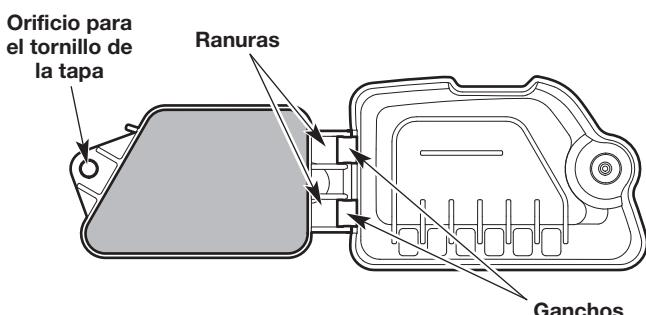

Fig. 19
7. Cierre la tapa del filtro de aire: inserte los ganchos de la tapa del filtro de aire dentro de las ranuras del alojamiento del filtro de aire. Debe girar la tapa del filtro de aire hacia la izquierda y alinear el tornillo de la tapa con el orificio destinado a dicho tornillo (Fig. 19). Apriete el tornillo de la tapa del filtro de aire para sujetarla.